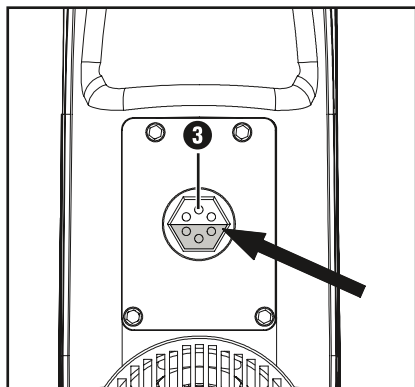

Fig. 1
- ◆ Na janela de visualização do óleo **3** localizada na parte inferior do aparelho, observe se existe óleo suficiente no aparelho (ver fig. 1).